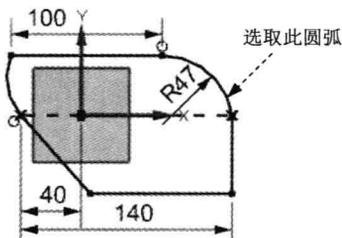

图 1.7 标注圆弧尺寸
(4) 添加圆弧尺寸标注。
① 选择下拉菜单 **插入(S)** → **尺寸(D)** → **自动判断(I)** 命令。选择图 1.7 所示的圆弧，系统自动生成尺寸，选择合适的放置位置单击，在系统弹出的动态输入框中输入 47，结果如图 1.7 所示。